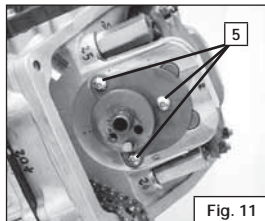

Fig. 11
- Si consiglia di inserire uno straccio pulito nel vano passaggio catena (Fig. 11).
- Svitare le tre viti di fissaggio della staffa di ritegno albero a camme (5) avendo cura che non cada nulla all'interno del carter (Fig. 11).
- It is advised to place a clean rag in the chain opening (Fig. 11).
- Unscrew the three fixing screws of the retaining bracket (5), taking care that nothing falls inside the crankcase (Fig. 11).
- Il est conseillé d'insérer un morceau de tissu propre dans le carter de passe de la chaîne (Fig. 11).
- Dévissez les trois vis de fixation du support de l'arbre à cames (5) en ayant soin de ne rien faire tomber dans le carter (Fig. 11).
- Rimontare come in origine la staffa di ritegno albero a camme (Fig. 11).
- Reassemble the retaining camshaft bracket camshaft (Fig. 11).
- Remonter comme à l'origine la patte de soutien de l'arbre à came (Fig. 11).